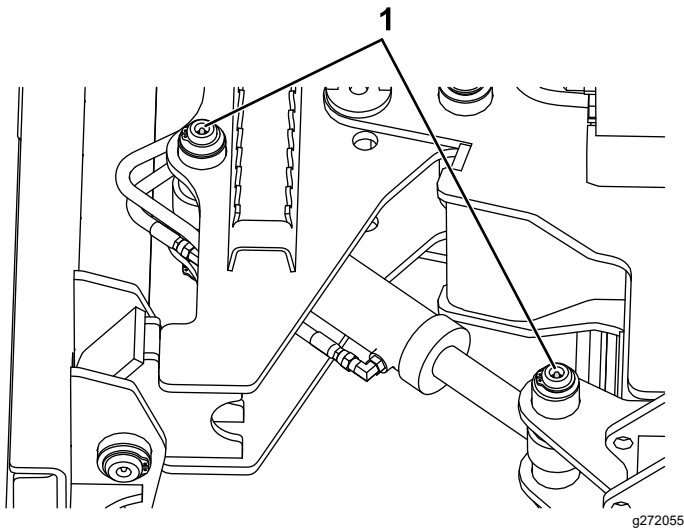

Figura 9
4. Conecte una pistola de engrasar a los engrasadores del pasador de giro del mecanismo de orientación hidráulica (Figura 9).